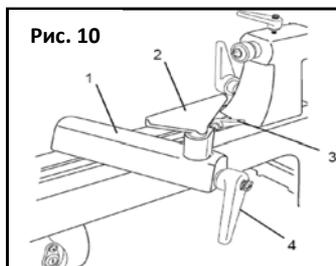

Рис. 10
1. Ослабьте стопорный рычаг (4), чтобы отрегулировать держатель резца (1), и подвиньте основание держателя вправо или влево, вперед или назад. Зафиксируйте рычагом (4) положение держателя см. рис.10.
2. Для регулировки угла держателя резца (2) ослабьте стопорный рычаг (3), установите держатель резца в необходимое положение и зафиксируйте стопорный рычаг.